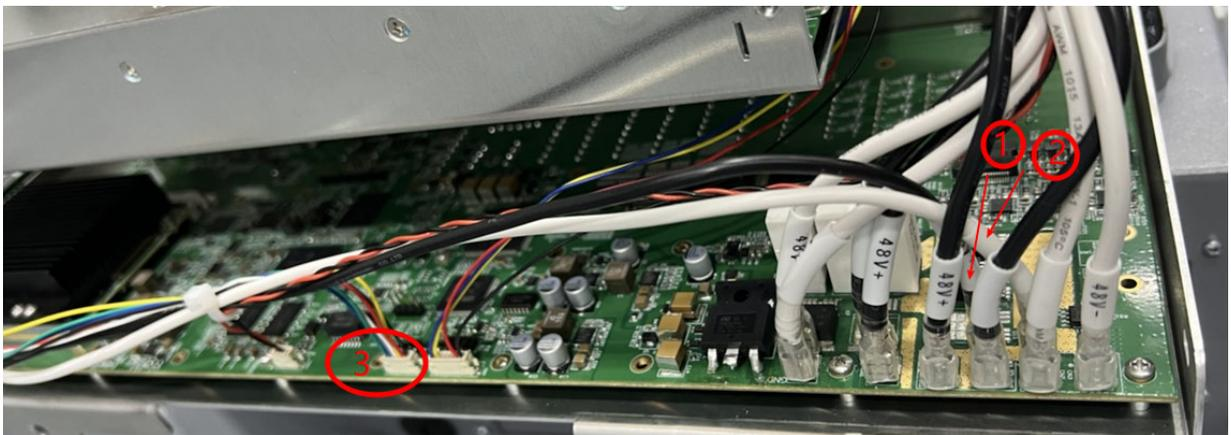

图 3-29 刹车板到 Safe IO 的线缆位置
- 断开刹车板到 Safe IO 的线缆，如图 3-29 所示：